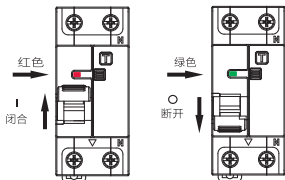

图2 产品闭合、断开状态指示
5.1 安装前先检查断路器标志与所使用的工作条件是否相符,闭合、断开状态指示如下图2